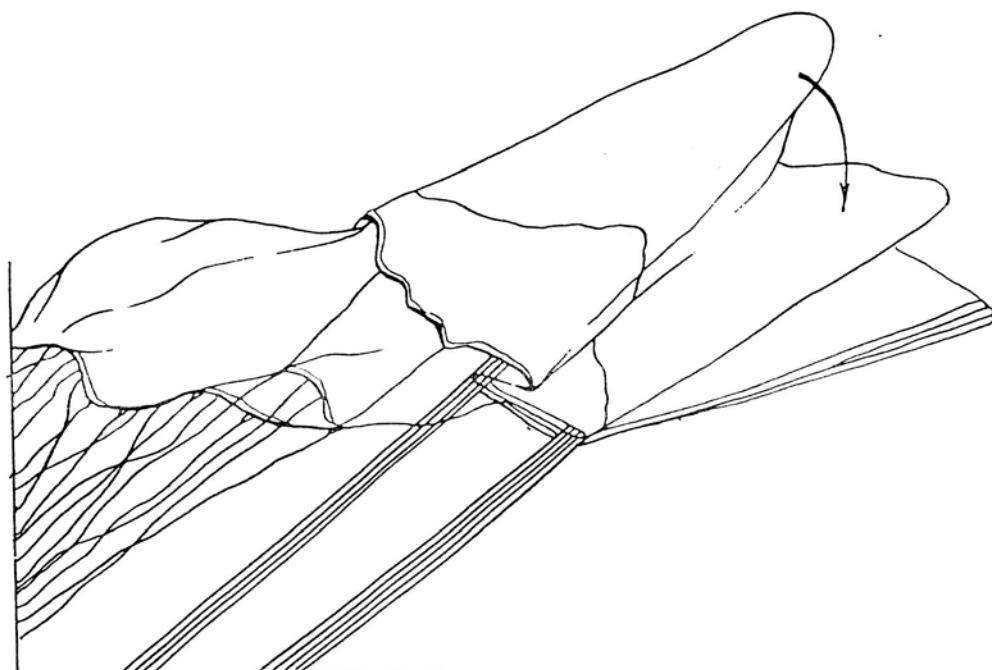
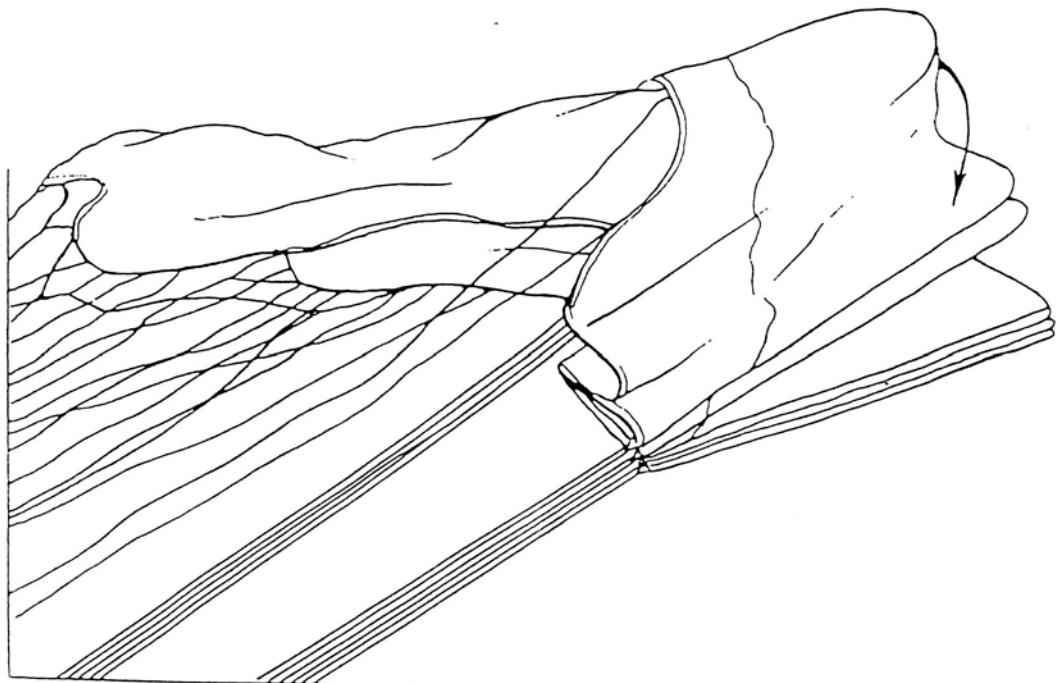

Рис. 18
Рис. 19
2) таким же образом уложить полотнища напротив строп третьего (рис. 18) и четвертого рядов (рис. 19);